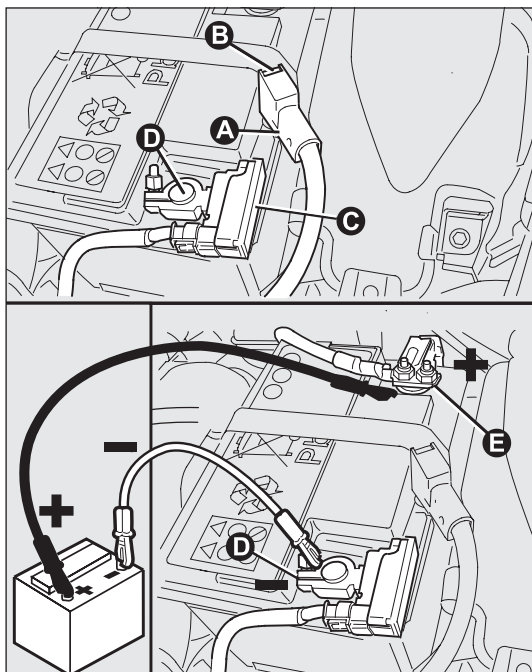

fig. 162
- ☐ disconnetti il connettore A-fig. 162 (tramite azione sul pulsante B) dal sensore C di monitoraggio dello stato batteria installato sul polo negativo D della batteria stessa;